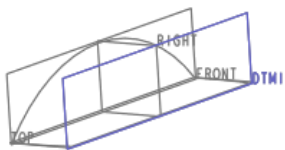

图 4.6.6 创建基准平面 DTM1
Step4. 创建图 4.6.6 所示的基准平面 DTM1。单击“平面”按钮，按住 Ctrl 键，选取基准曲线 1 的端点和 FRONT 基准平面；单击对话框中的确定按钮。